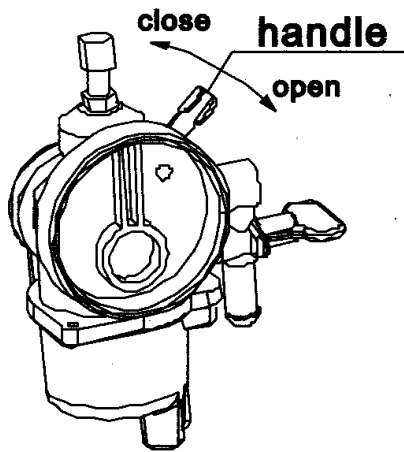

Fig. 3
4. Réglez la valve, Fig. 3. Dans l'hiver, ou avant de commencer la valve doit être fermée, la chaleur devrait être ouverte.